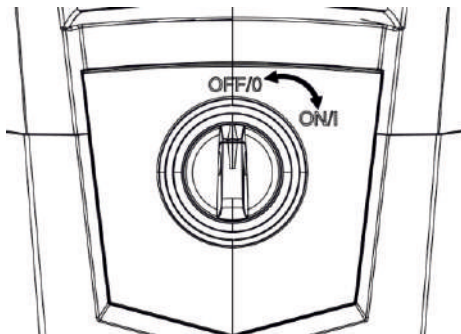

Рис. 11
5. Включите мойку - переведите переключатель в положение «ВКЛ» (рисунок 11);